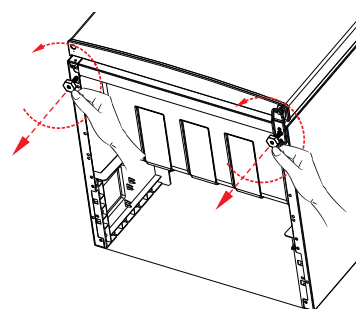

Abb. 1
- ▶ Schrauben Sie die Gerätefüße durch Drehen gegen den Uhrzeigersinn heraus (Abb. 1).